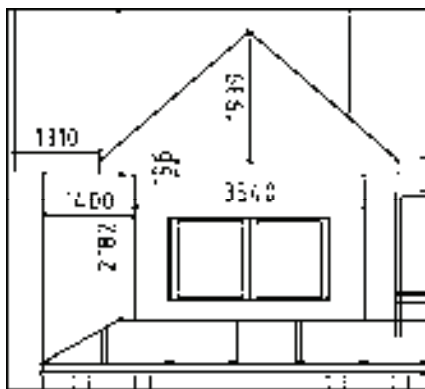

图 13-175 绘制结果
1) 绘制造型窗。调用“直线”命令、“偏移”命令及“修剪”命令，绘制、偏移并修剪直线，结果如图 13-175 所示。